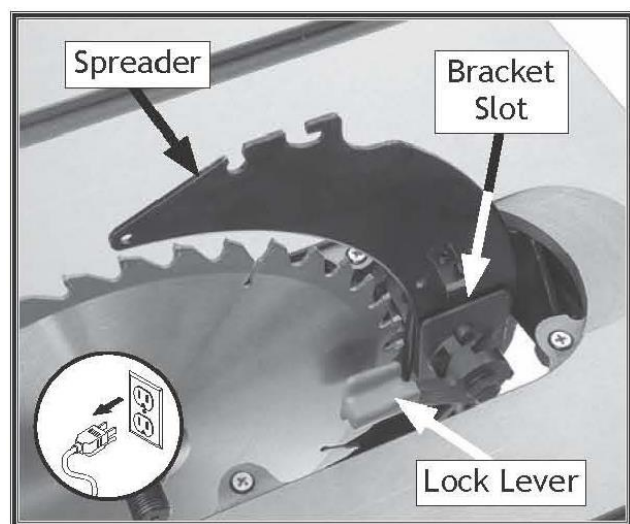

Рисунок 47. Фиксирующий рычаг, используемый для крепления расклинивающего ножа.
4. Вставьте расклинивающий нож нижней частью в кронштейн и закрепите его (см. рисунок 47).